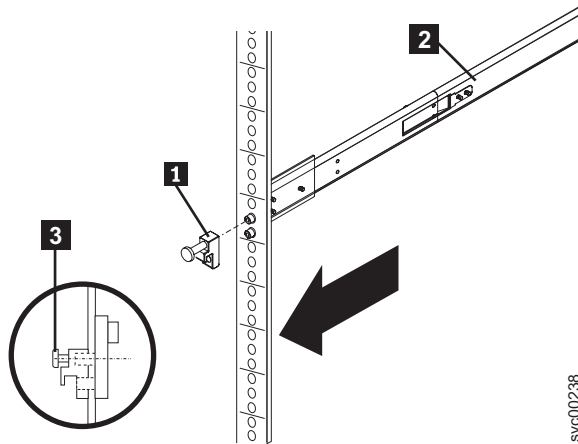

図62. スライド・レール前面にラッチ受け座を取り付ける方法
5. 86 ページの図 62 に示すように、拘束ねじ **3** を使用して、1 つのラッチ受け座 **1** を右側レール **2** の前面に取り付けます。ねじは、指だけで締めてください。同じ方法で左側レールの前面にもう一方のラッチ受け座を取り付けます。